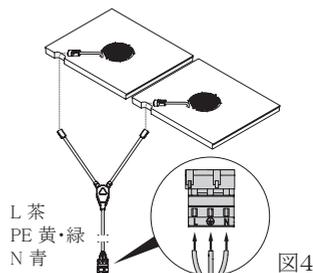

図4
- ▷ 図4:ファン用電源ケーブルにコネクタを取り付けます(ケーブルの色に注意してください)。ファン用電源ケーブルと2つのファンを接続します。